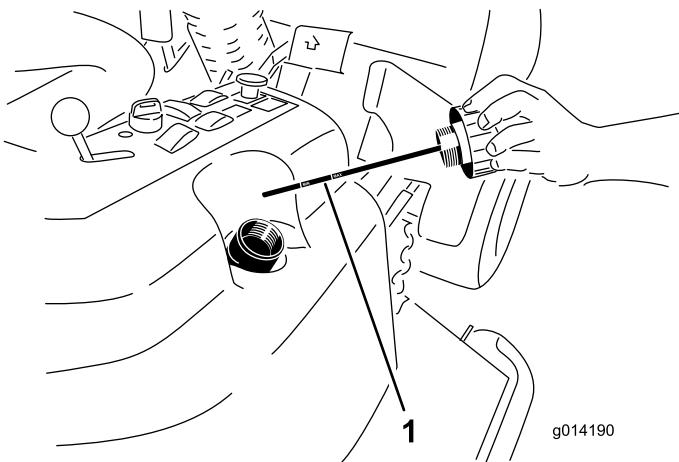

Figura 49
- Togliete il tappo di riempimento del fluido idraulico dal collo del bocchettone (Figura 49).
- Togliete l'asta di livello ed asciugatela con un panno pulito (Figura 49).
- Avvitate a fondo l'asta di livello nel bocchettone di riempimento, quindi estraetela e controllate il livello del fluido (Figura 49).